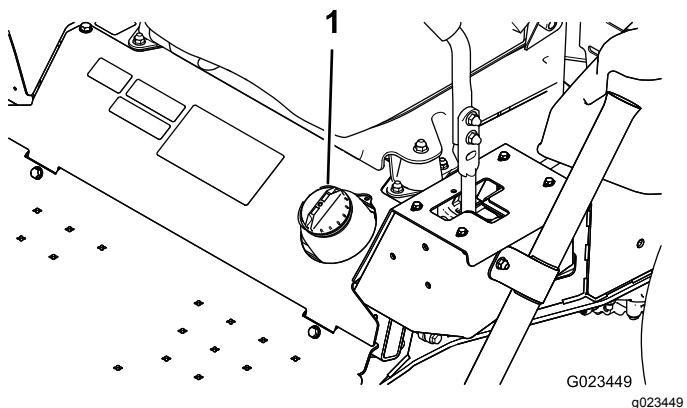

Figura 16
2. Pulite intorno al tappo del serbatoio del carburante (Figura 16).